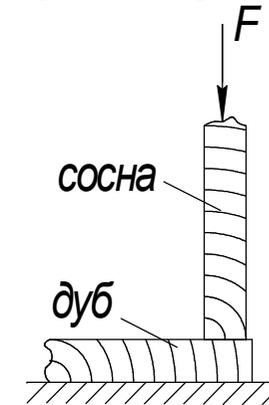

Рис.2.2
2.4. Сосновая стойка сечением  $(20 \times 20)$  см2 опирается на дубовую подушку, как указано на рисунке. Допускаемое напряжение на смятие для сосны вдоль волокон  $[\sigma_{||}] = 10$  МПа, а для дуба поперек волокон  $[\sigma_{\perp}] = 3$  МПа. Определить предельную нагрузку на стойку (рис. 2.2).